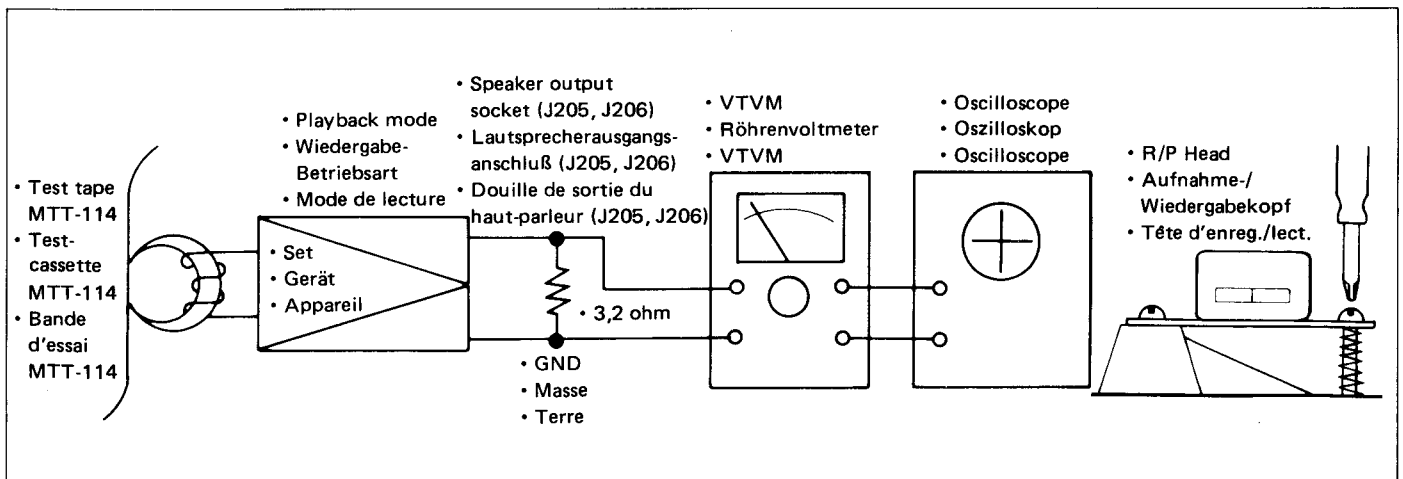

Figure 13 Abbildung 13
■ RECORD/PLAYBACK HEAD AZIMUTH ADJUSTMENT (Refer to Figure 13)
■ AUFNAHME-/WIEDERGABEKOPF-AZIMUTEINSTELLUNG (Siehe Abbildung 13)
■ REGLAGE DE L'AZIMUTH DE LA TETE D'ENREGISTREMENT/LECTURE (Voir la Figure 13)